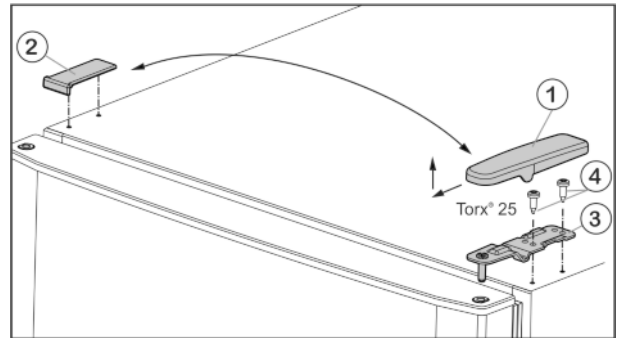

Fig. 4
- ▶ Enlever le cache Fig. 4 (1) vers l'avant et vers le haut.
- ▶ Retirer le cache Fig. 4 (2).
- ▶ Dévisser le support d'appui supérieur Fig. 4 (3)(2 Torx® 25) Fig. 4 (4) et retirer vers le haut.
- ▶ Placer le support d'appui supérieur Fig. 4 (3) sur le nouveau côté charnière de porte.
- ▶ Visser le support d'appui supérieur à fond (**avec 4 Nm**) (2 Torx® 25) Fig. 4 (4). Pointer les trous de vissage ou utiliser une visseuse sans fil.
- ▶ Remettre en place l'habillage Fig. 4 (1) du côté opposé depuis l'extérieur et l'enclencher.
- ▶ Remettre en place l'habillage Fig. 4 (2) du côté opposé depuis le dessus et l'enclencher.